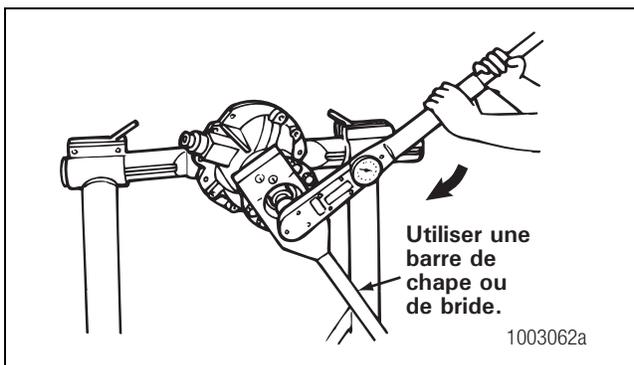

Figure 5.38
5. Utiliser une barre de bride ou de chape pour serrer l'écrou sur le collet de chape au couple prescrit. Figure 5.38. Se reporter à la Section 8.